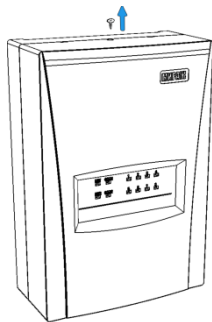
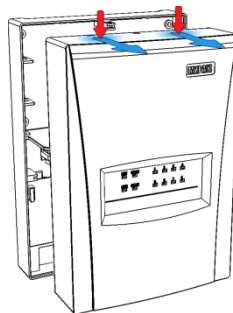
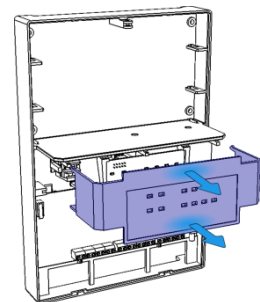

Рис. 4.3. Демонтаж корпуса контроллера (шаг 1)
Рис. 4.4. Демонтаж корпуса контроллера (шаг 2)
Рис. 4.5. Демонтаж корпуса контроллера (шаг 3)
Контроллер выполнен в корпусе из ABS-пластика, состоящем из трех частей: основания контроллера, крышки контроллера и крышки панели индикации (см. Рис. 4.3 - Рис. 4.5 в п. 4.2). Основание и крышка контроллера соединяются с помощью защелок и винта. В центре крышки контроллера находится панель индикации со светодиодными индикаторами.
- 3) Снимите крышку контроллера. Для этого сначала выкрутите винт (Рис. 4.3), затем нажмите на защелки и отсоедините от основания крышку контроллера (Рис. 4.4), а затем отсоедините крышку панели индикации (Рис. 4.5).